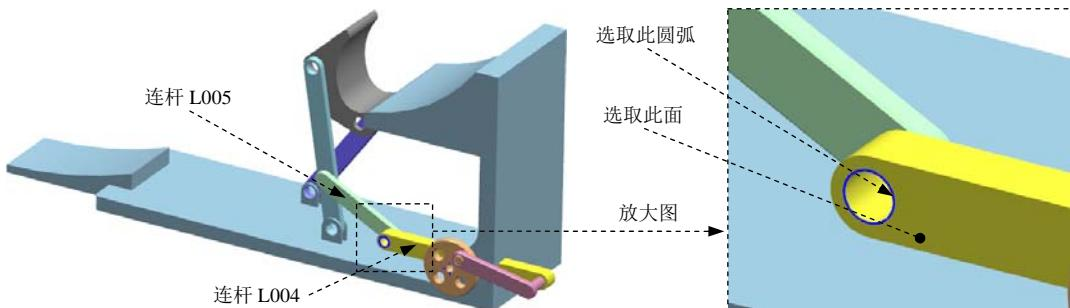

图 10.2.6 定义旋转副(三)
(1) 在“运动副”对话框**定义**选项卡的**类型**下拉列表中选择**旋转副**选项，选取图 10.2.6 所示的连杆 L004；在“运动副”对话框的**指定原点**下拉列表中选取“圆弧中心”**○**选项，在模型中选取图 10.2.6 所示的圆弧为定位原点参照；选取图 10.2.6 所示的面作为矢量参考面。
(2) 添加啮合连杆。在“运动副”对话框**基本**区域中选中**啮合连杆**复选框，单击**选择连杆 (0)**，选取图 10.2.6 所示的连杆 L005；在“运动副”对话框**基本**区域的**指定原点**下拉列表中选取“圆弧中心”**○**选项，在模型中选取图 10.2.6 所示的圆弧为定位原点参照；选取图 10.2.6 所示的面作为矢量参考面。
(3) 单击**应用**按钮，完成运动副的添加。